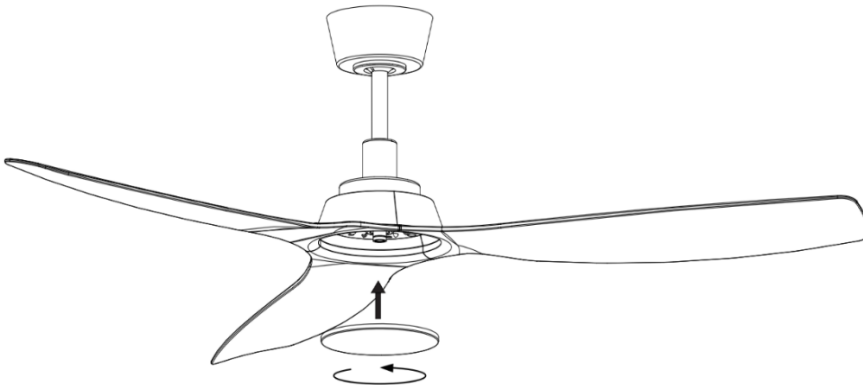

Fig. 5
**INSTALACIÓN DE LA CUBIERTA INFERIOR (Fig. 5)**